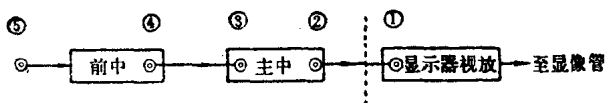

图 1 无噪声故障的五个检查点
3. 检查无噪声的故障，实际上是检查雷达的本振、混频、前中、主中以及显示器视放等电路那一环节发生故障的问题。在船上没有“扫频仪”的条件下，如何确定故障的所在，可将有关电路分成五个检查点（图1），进行检查。